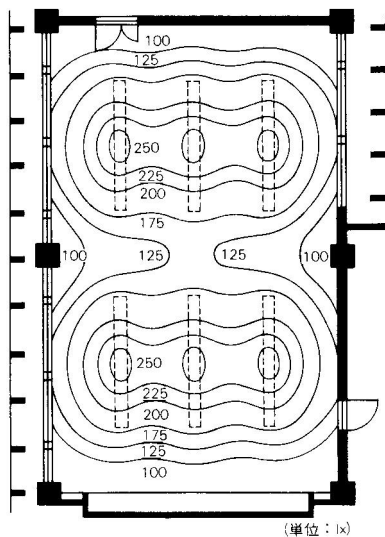

図1 人工照明の照度分布の例
- ・レポート作成にあたっては，配付資料の68ページの6.2を参照。照明基準には，配付資料の58ページの表1-1，もしくは配付資料の64ページの表3.1.2などを用いる。あわせて，図1のような分布図も描く。